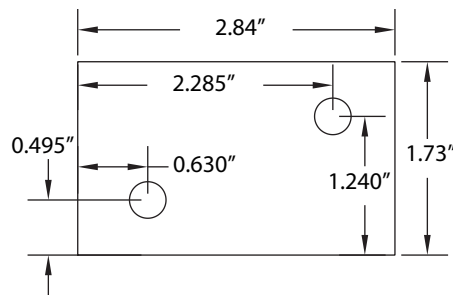
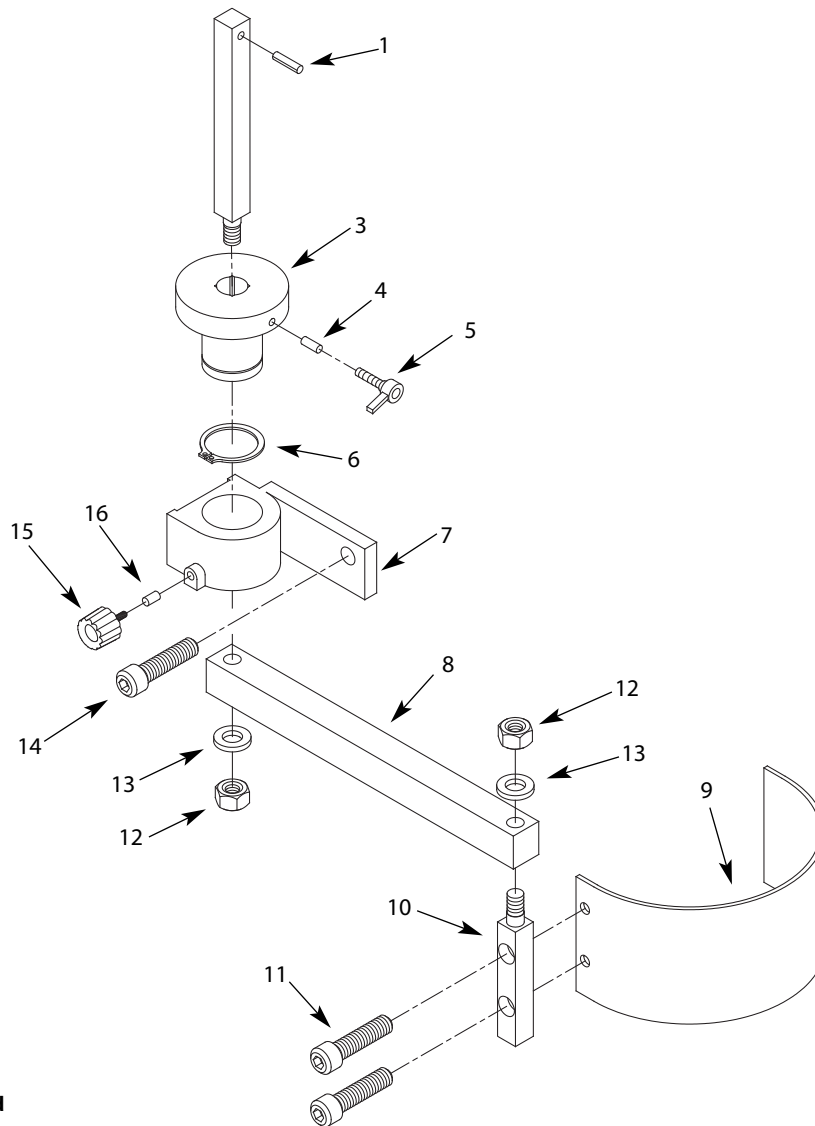
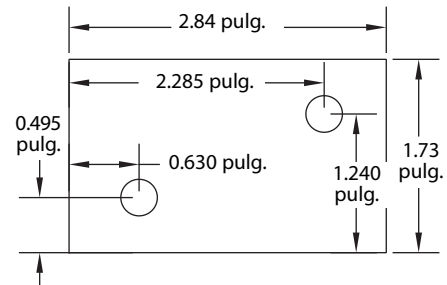

Figure 2 – Bracket Mounting Holes
Figure 3 – Drill Press Guard
Figura 2 – Agujeros de Montaje del Soporte
1. Locate a flat surface of approximately 2 x 3" and layout the bracket mounting holes as shown in Figure 2. Mounting area should be approximately 6" behind the machine spindle.
3. Insert vertical support (A) into bracket assembly (C). Attach bracket assembly to machine using two M8 x 20 socket head bolts.
4. Insert 5 x 6mm pin and locking handle into support (Fig. 3, Ref. Nos. 3, 4 and 5).
5. Attach arm (F) to vertical support with hex nut and lock washer.
6. Insert 5 x 15mm pin and knob into bracket (Fig. 3, Ref. Nos. 7, 15 and 16).
7. Attach guard assembly (B) to arm using hex nut and lock washer.
Refer Figure 3.
1. Ubique una superficie plana de aproximadamente 5.1 x 7.6 cm y disponga los agujeros de montaje del soporte como se muestra en la Figura 2. El área de montaje deberá estar a aproximadamente 15.2 cm detrás del husillo de la máquina.
3. Inserte el soporte vertical (A) en el conjunto del soporte (C). Instale el conjunto del soporte en la máquina usando dos pernos de cabeza hueca M8 x 20.
4. Inserte el pasador de 5 x 6 mm y la manija de fijación en el soporte (Fig. 3, Refs. No. 3, 4 y 5).
5. Monte el brazo (F) en el soporte vertical con la tuerca hexagonal y la arandela de seguridad.
6. Inserte el pasador de 5 x 15 mm y la manilla en el soporte (Fig. 3, Refs. No. 7, 15 y 16).
7. Instale el conjunto de la protección (B) en el brazo usando la tuerca hexagonal y la arandela de seguridad.